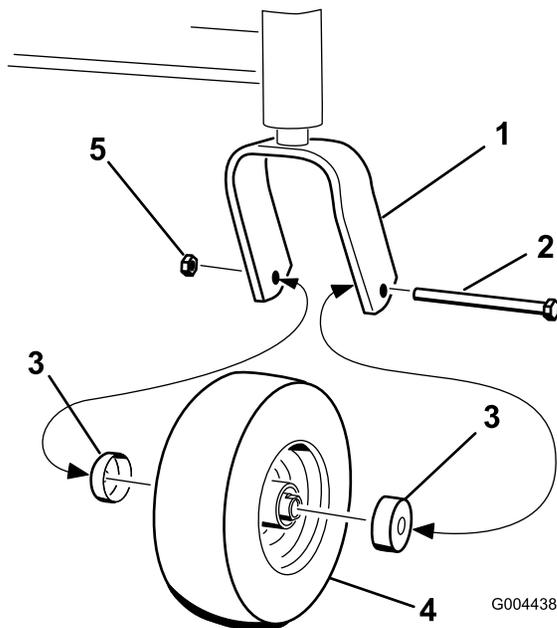

Figura 28
4. Retire la tuerca y el perno que sujetan la rueda giratoria a la horquilla delantera (Figura 28).
5. Retire el retén del cubo de la rueda (Figura 28).
- Instale los retenes sobre los cubos de la rueda e introduzca la rueda en la horquilla (Figura 28).
- Instale el perno de la rueda y apriete la tuerca (Figura 28).